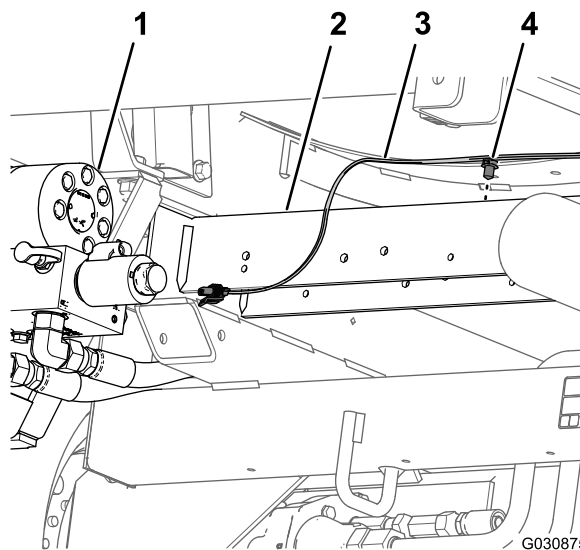

Figura 26
6. Retire o fixador de pressão que prende a cablagem traseira (Figura 26) aos orifícios no tubo transversal traseiro (atrás dos motores de tração hidráulica).